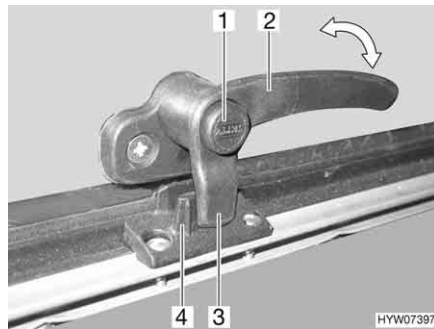
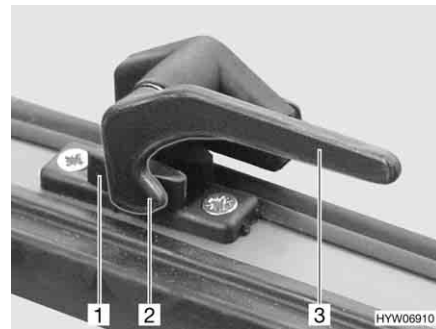

Fig. 62 Leva di serraggio con bottone di sicurezza in posizione "Chiuso"
Fig. 63 Leva di serraggio in posizione "Chiuso"
- Se presente, premere e tenere premuto il bottone di sicurezza (Fig. 62,1).
- Ruotare la leva di serraggio (Fig. 62,2 o Fig. 63,3) di un quarto di giro verso il centro della finestra.
- Ruotare la leva di serraggio (Fig. 62,2 o Fig. 63,3) di un quarto di giro verso il telaio della finestra. Il nasello di chiusura (Fig. 62,3 o Fig. 63,2) della leva di serraggio si trova completamente sul lato interno della chiusura della finestra (Fig. 62,4 o Fig. 63,1).
- In posizione "Completamente chiusa" (Fig. 62 e Fig. 63)